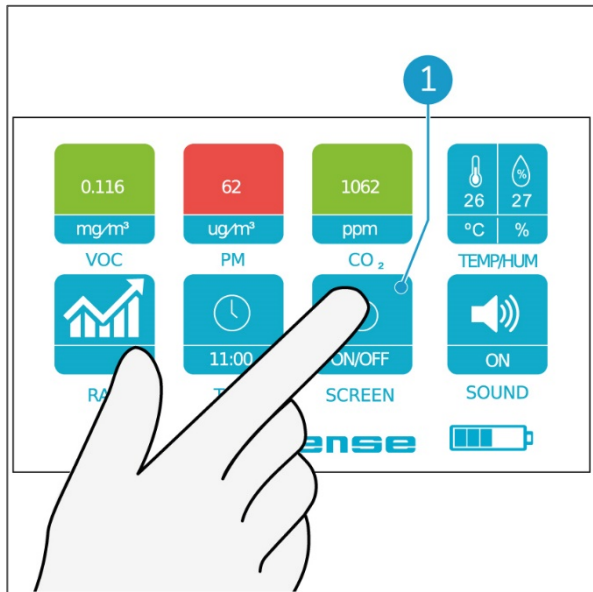

Figura 22
1. Toca con el dedo el botón SCREEN (Figura 22, pos. 1) para apagar la pantalla.